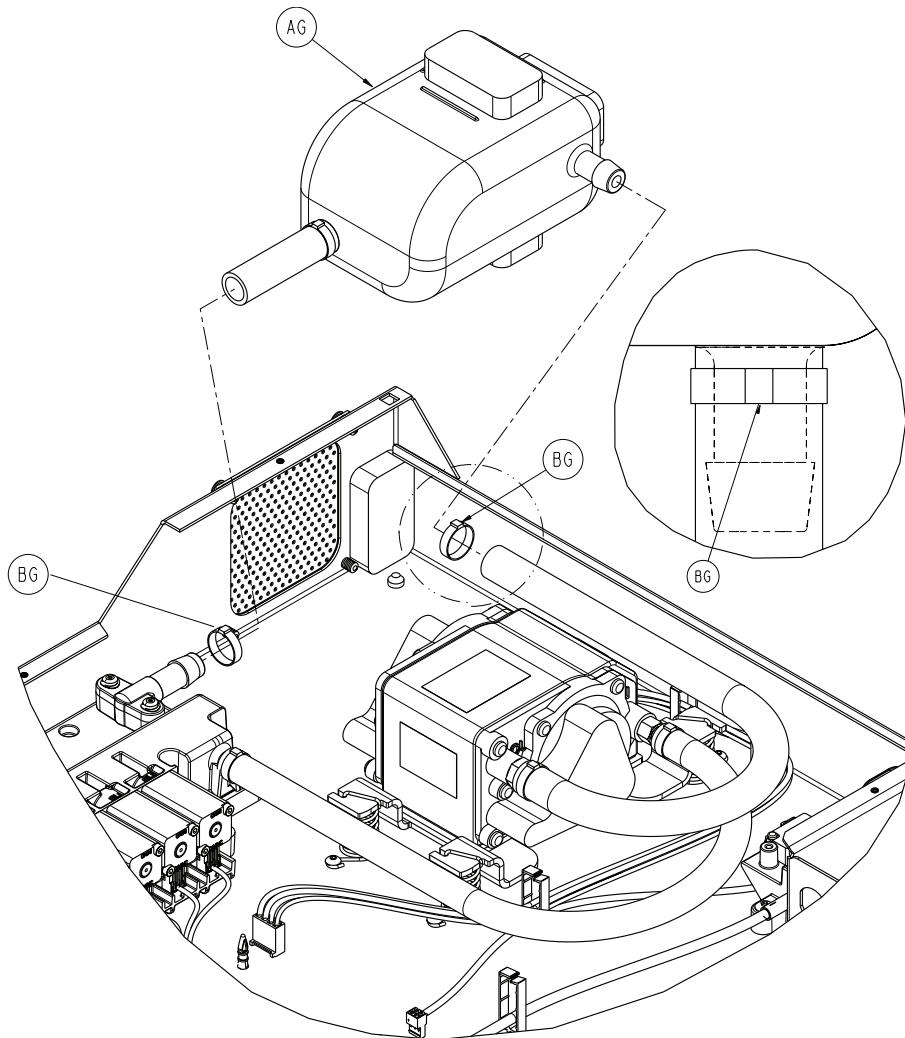

Figure 2-31 : Résonateur
2. A l'aide d'une pince coupante diagonale, couper les serre-câbles (BG) des conduites d'entrée et de sortie du résonateur et éliminer les serre-câbles (Figure 2-31 à la page 2-56).
3. Tirer pour débrancher chaque conduite du résonateur (AG) et du collecteur (Figure 2-31 à la page 2-56).